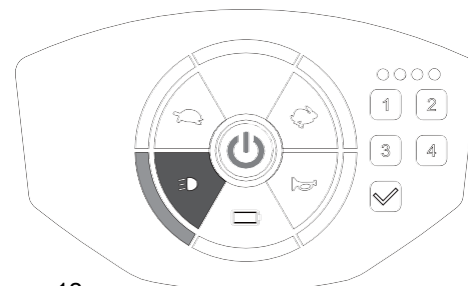

Figure 12
- Appuyez à nouveau sur la touche pour éteindre les feux. Le voyant [🚦] est éteint sur le panneau (figure 12)